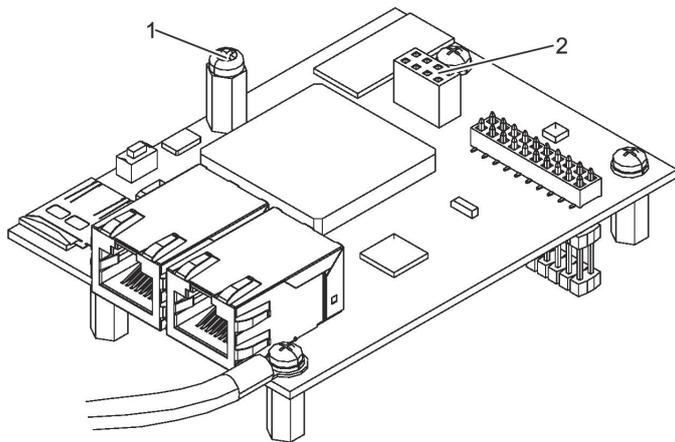
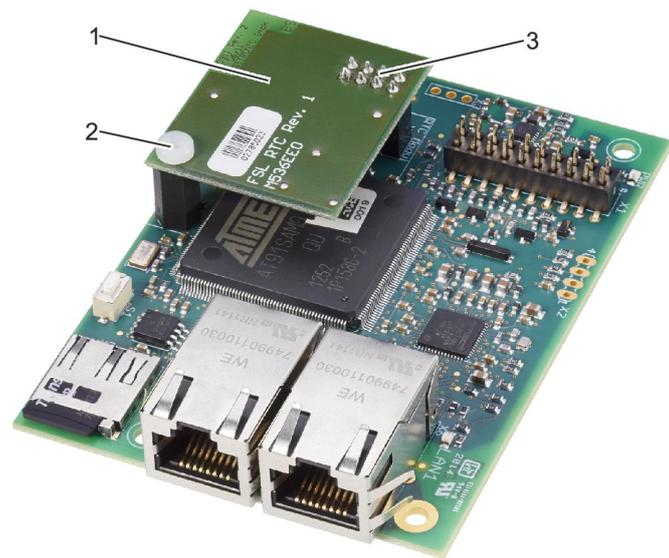

Abb. 53: Befestigungsschraube
Abb. 54: RTC-Modul montieren
6. ▶ Ggf. Befestigungsschraube (Abb. 53/1) entfernen.
7. ▶ RTC-Modul (Abb. 54/1) mit den Verbindungsstiften (Abb. 54/3) in den 8-poligen Steckplatz (Abb. 53/2) des Erweiterungsmoduls EM-IP einschieben.
8. ▶ RTC-Modul mit Befestigungsschraube (Abb. 54/2) am Erweiterungsmodul EM-IP befestigen.